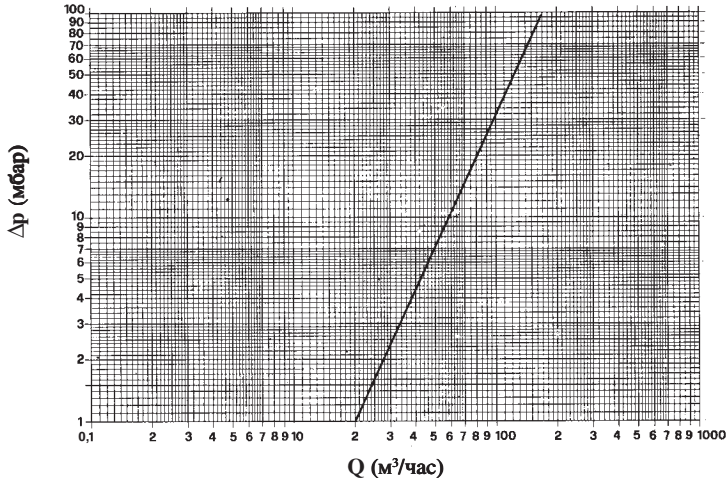

Рис. 3
**2.02 Характеристики потерь тепла (рис. 3)**